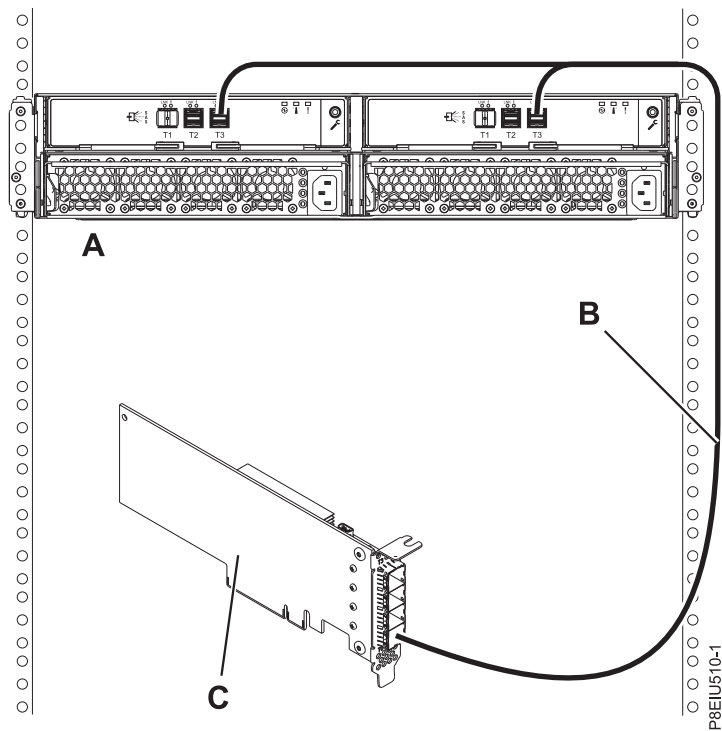

Рисунок 13. Подключение Блок памяти ESLL или ESLS к одному адаптеру SAS FC EJ0J или FC EJ0M с помощью кабеля YO12 (режим 1)
13. Подключите один корпус (A) с помощью кабеля YO12 (B) к одному адаптеру SAS FC EJ0J или FC EJ0M (C) в режиме 1 (см. рис. 13 на стр. 14) и перейдите к шагу “Подключение кабелей данных, кабелей питания и установка крышек” на стр. 21.
**Примечание:** Адаптер SAS FC EJ0J или FC EJ0M (C) обладает доступом ко всем 12 или 24 отсекам накопителей.